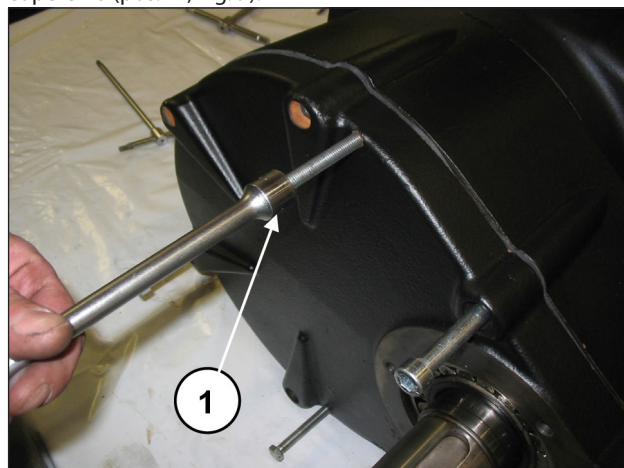
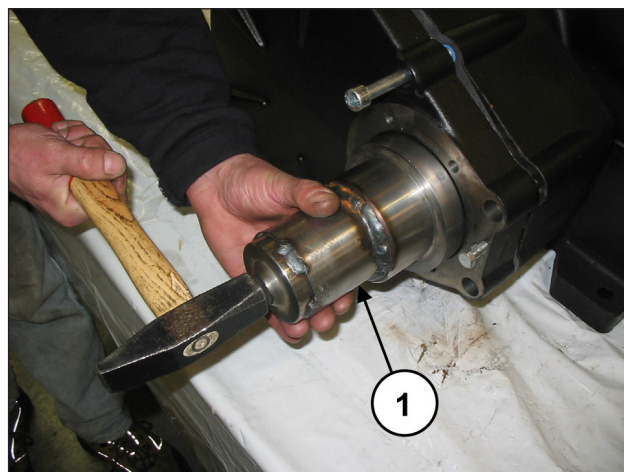

Fig. 8
Fig. 9
Avvitare i 3 grani filettati (pos. ①, Fig. 8) con la funzione di estrattori e contemporaneamente, utilizzando l'apposito attrezzo (cod. 27516700), battere sullo stesso in modo che il cuscinetto rimanga sul pignone durante l'estrazione del coperchio (pos. ①, Fig. 9).